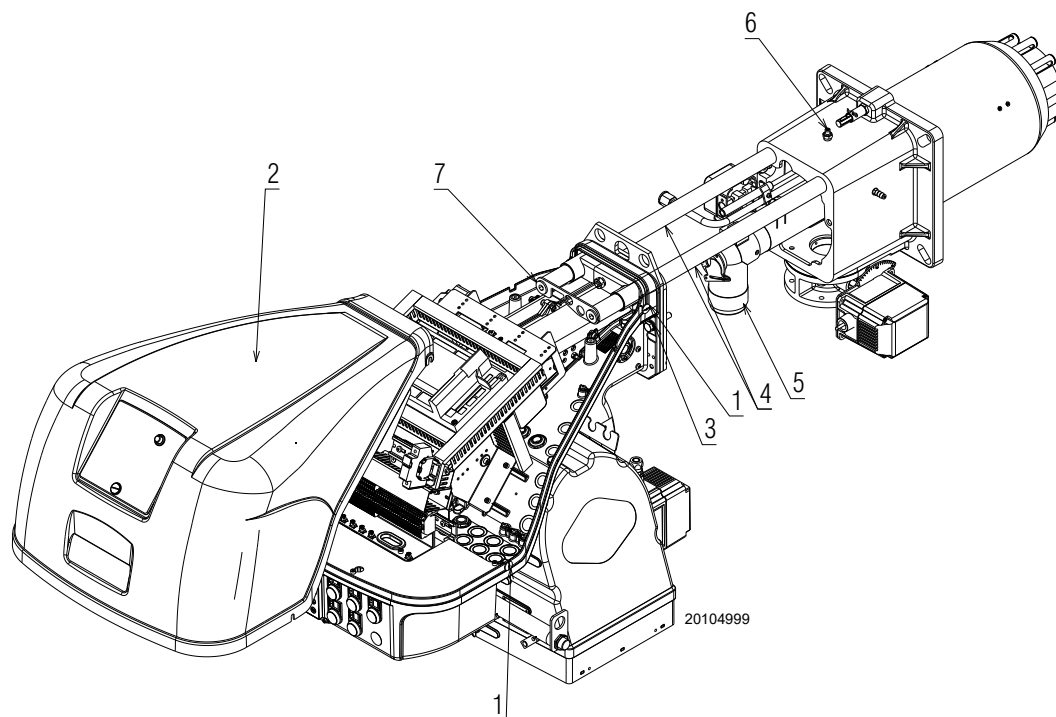

Fig. 36
- Slăbiți cele 4 șuruburi 1)(Fig. 36) și scoateți capota 2;